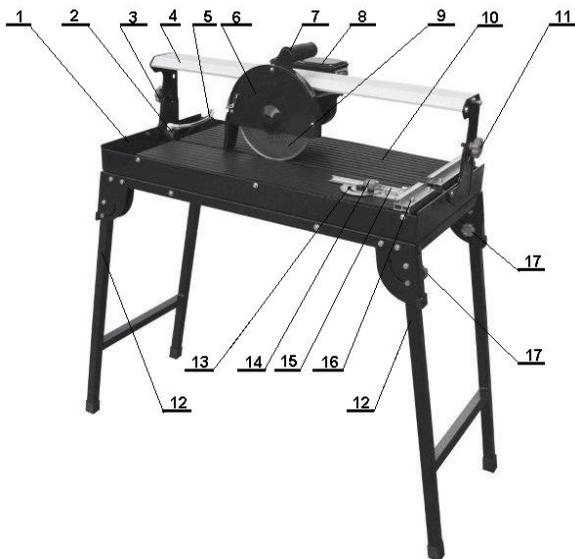

Рис.1
Плиткорез состоит из следующих составных частей: рамы-12, двигателя-8, стола-10, см.рис.1, рабочего вала, органов управления. Движение от электродвигателя передаётся рабочему валу с закреплённым на нём алмазным диском-9.
6.3. Чтобы разложить опорные рамы 12, см.рис.1 , отпустите фиксатор 17 и отведите ножки рамы наружу до упора, затем закрепите фиксатор
- 7.6. Произвести рез, медленно и плавно перемещая каретку электродвигателя-7, см.рис.1, по обрабатываемой детали.
- ослабить фиксаторы-3,11, см.рис.1, расположенные сбоку,;